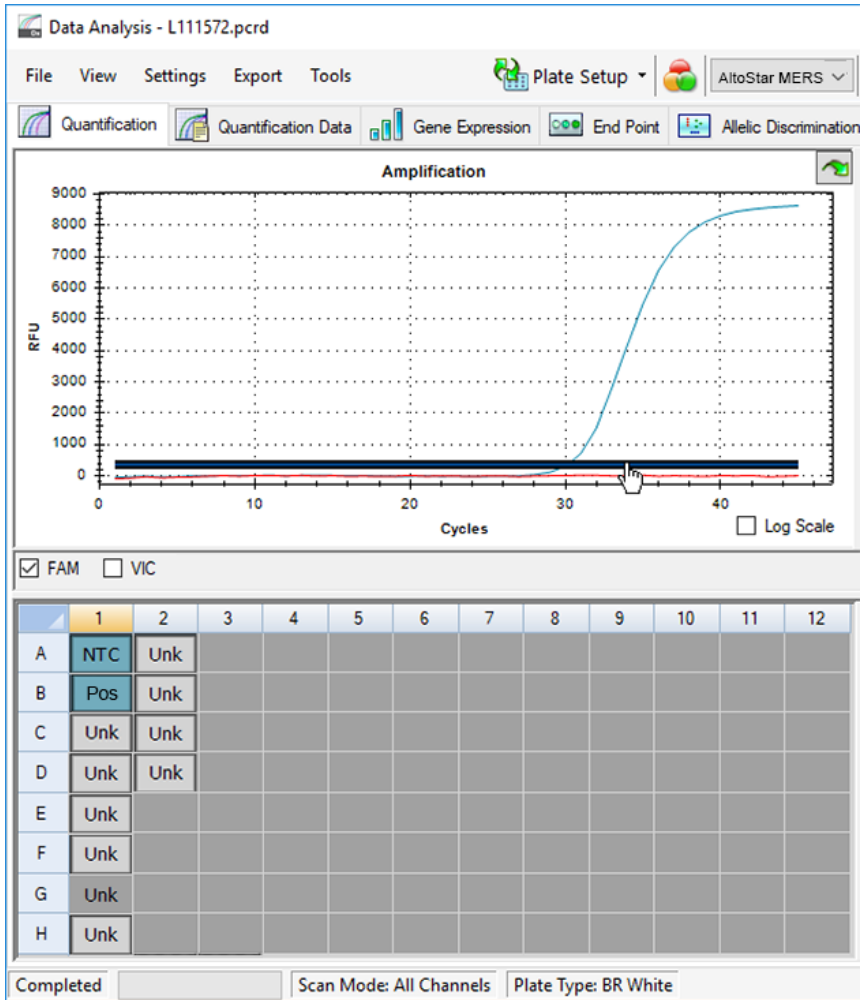

Abb. 10: Fenster Data Analysis (Datenanalyse): Festlegen des FAM™ Schwellenwerts
5. Entfernen Sie links im Fenster Data Analysis (Datenanalyse) das Häkchen aus dem Kontrollkästchen neben **VIC** und setzen Sie das Häkchen im Kontrollkästchen neben **FAM** für den Detektionskanal der MERS-CoV-Zielsequenz (siehe Abbildung 10).
- Wählen Sie nur die Wells mit der NTC und der PC in der Platten-Ansicht des Fensters Data Analysis (Datenanalyse) aus (siehe Abbildung 10).
- Ziehen Sie den Schwellenwert deutlich über das Signal der NTC hinaus in den exponentiellen Bereich des Signals der PC (siehe Abbildung 10).